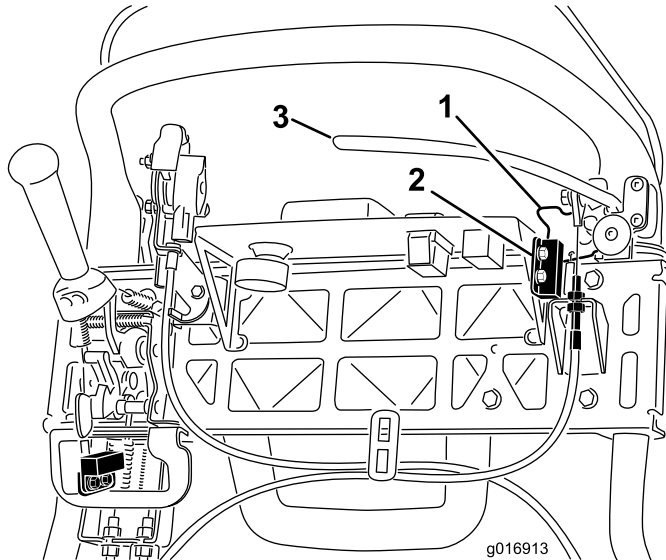

図 39
4. インタロックスイッチを固定しているねじをゆるめる（図 39）。
5. 駐車ブレーキのラッチとインタロックスイッチとの間に厚さ 1.6 mmのすきまゲージをはさむ（図 39）。
4. 走行ケーブルの張りを強くするには、上側ケーブルのジャムナットをゆるめて、下側ケーブルのジャムナット（図 39）を締め、156 N（15.8 kg）の力で駐車ブレーキのラッチが解除されるように調整する。ブレーキバンドが締めりっぱなしにならないよう注意すること。